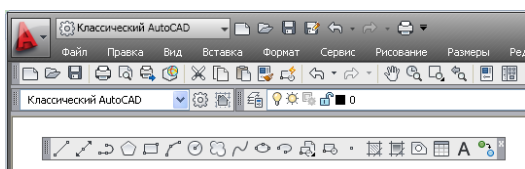
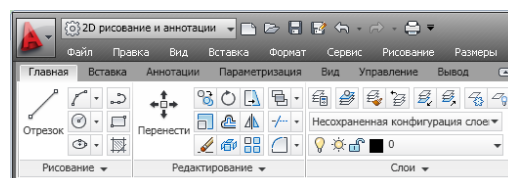
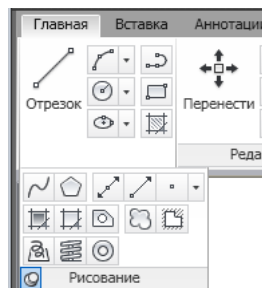

Рис. 40
Рис. 41
Рис.51
1.1 Команда **ОТРЕЗОК** – самый употребительный примитив. Для построения отрезка используется команда **ОТРЕЗОК**, которую можно ввести с клавиатуры или вызвать с помощью четырех элементов интерфейса: кнопки панели инструментов *Рисование РП Классический AutoCAD* (рис.40), панели инструментов *Рисование* вкладки *Главная* ленты (рис.41),
РИСОВАНИЕ I КРУГ, которое имеет шесть пунктов, отвечающих шести вариантам работы команды. Кроме того, соответствующие кнопки имеют панель Рисование *Главной* вкладки ленты и палитра *Чертить* из инструментальных палитр (см. рис.40,41,42 и 46).
Команда ПРЯМОУГ рисует двумерную полилинию специального вида: в форме прямоугольника. Команда может быть вызвана с помощью кнопки  панели инструментов *Рисование* или одноименной панели ленты, или с помощью пункта меню РИСОВАНИЕ I ПРЯМОУГОЛЬНИК. Аналогичную кнопку имеет палитра *Чертить* из инструментальных палитр (рис. 40,41,42). Начальный запрос команды:
Команда МНОГОУГОЛЬНИК рисует полилинию в форме правильного многоугольника либо по конечным точкам одной стороны, либо по точке центра и радиусу вписанной или описанной окружности. Команда может быть вызвана с помощью кнопки  ленты (рис.51) и панели инструментов *Рисование* или с помощью пункта меню РИСОВАНИЕ I МНОГОУГОЛЬНИК. Аналогичную кнопку имеет палитра *Чертить* из инструментальных палитр (рис. 40,41,42).